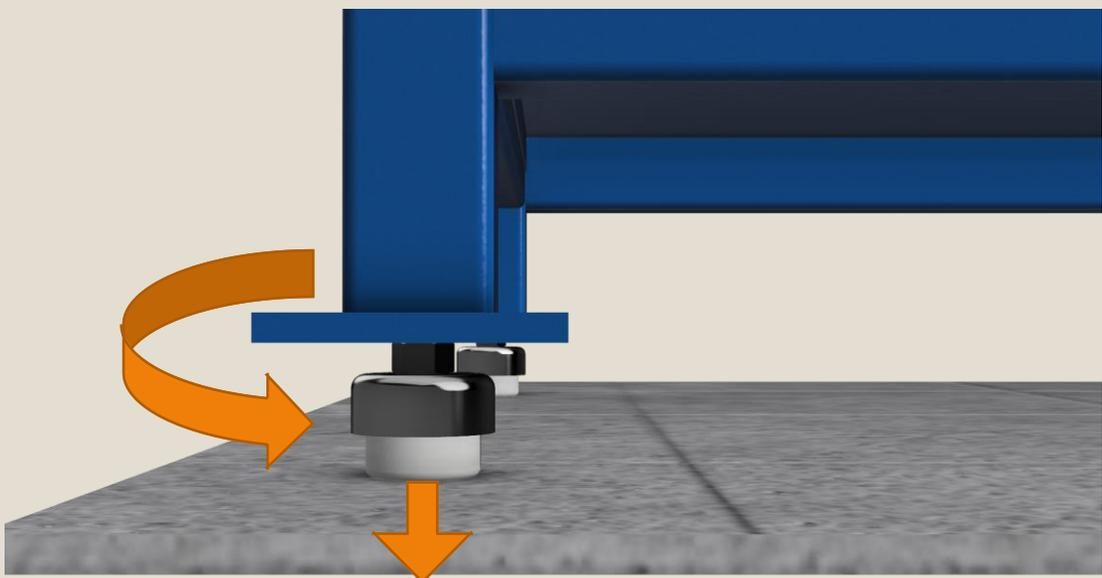

Figura 4.10
5. Con la ayuda de un nivel (Figura 4.9) se verifica que el banco este nivelado contra el piso, se puede ajustar el nivel de los niveles o ruedas utilizando la llave española de  $\frac{3}{4}$  de pulgada al girar la tuerca de cada pata. (Figura 4.10)